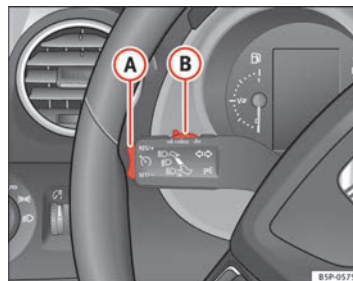

Fig. 149 Palanca de intermitentes y de luz de carretera: conmutador y tecla basculante para el regulador de velocidad
- Mueva el mando ⇒ fig. 149 **B** hacia la izquierda hasta la posición **ON**.